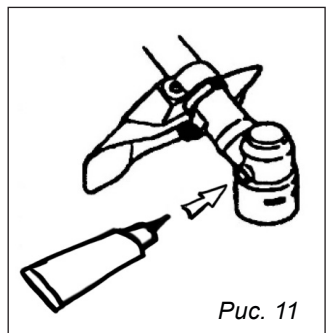

Рис. 11
9.4. Смазка редуктора (рис. 11)